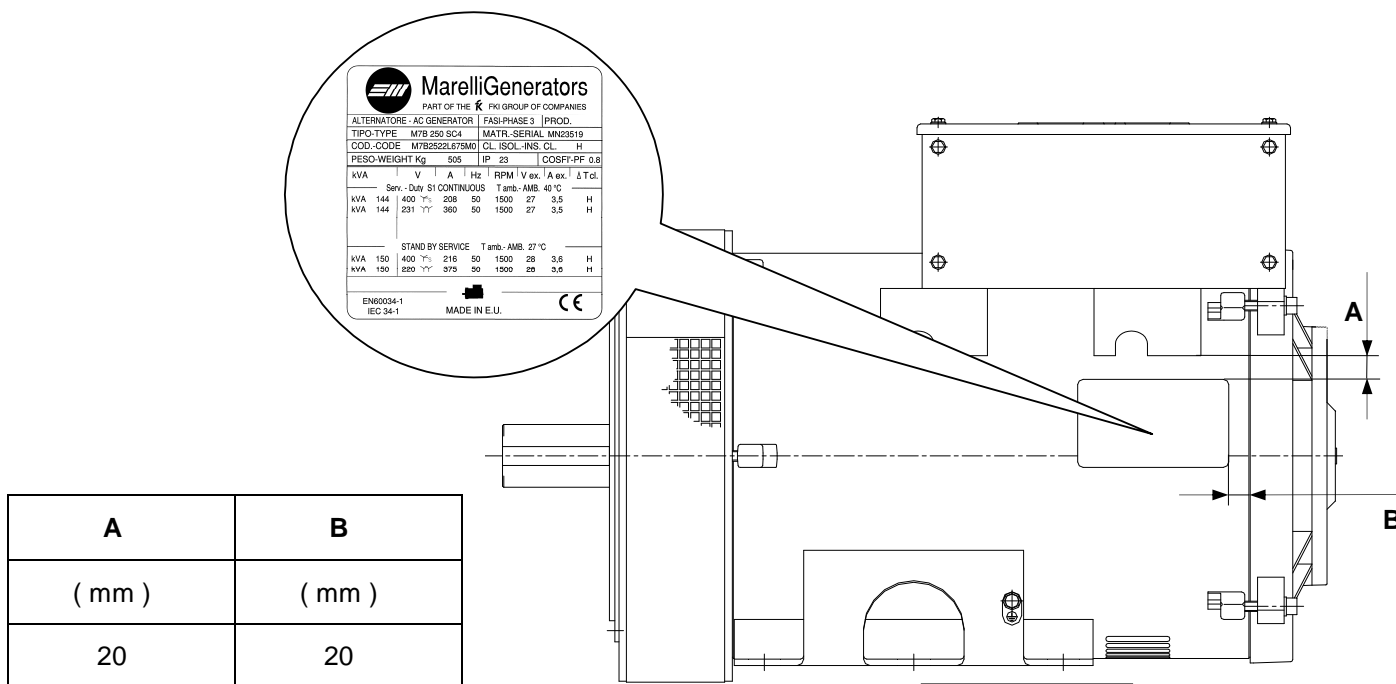

Fig. 1 / Abb. 1
- 2) Pulire la parte interessata (vedi fig. 1) con alcool ed aspettare che sia perfettamente asciutta.
- 3) Togliere la parte adesiva dal supporto e applicarla come indicato nella fig. 1 facendo pressione con un rullo di gomma per una migliore aderenza.
- 2) Nettoyer la surface (voir fig.1) avec de l'alcool, attendre qu'elle soit parfaitement sèche.
- 3) Oter la partie adhésive de son support et la coller comme indiqué fig.1 en faisant pression avec un rouleau de caoutchouc pour une meilleure adhérence.
Dicha placa tiene que ser aplicada en el Alternador tal como se indica en la fig.1 siguiendo las siguientes instrucciones :
- 2) Limpiar con alcohol la superficie donde debe ir adherida (Fig. 1) y esperar a que se seque bien.
- 3) Separar la parte adhesiva y aplicarla tal cual se indica en la Fig. 1 , haciendo presión con un rodillo de goma para garantizar una mejor adherencia.